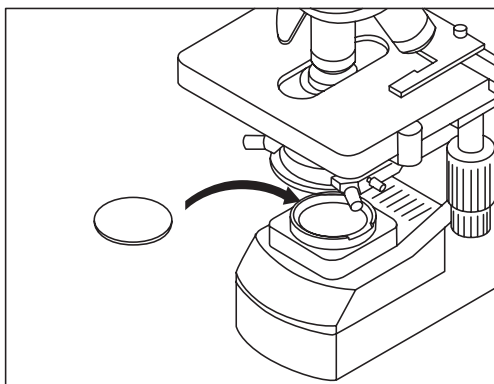

Figura 9.
- Coloque el filtro necesario delante del condensador (Figura 9).